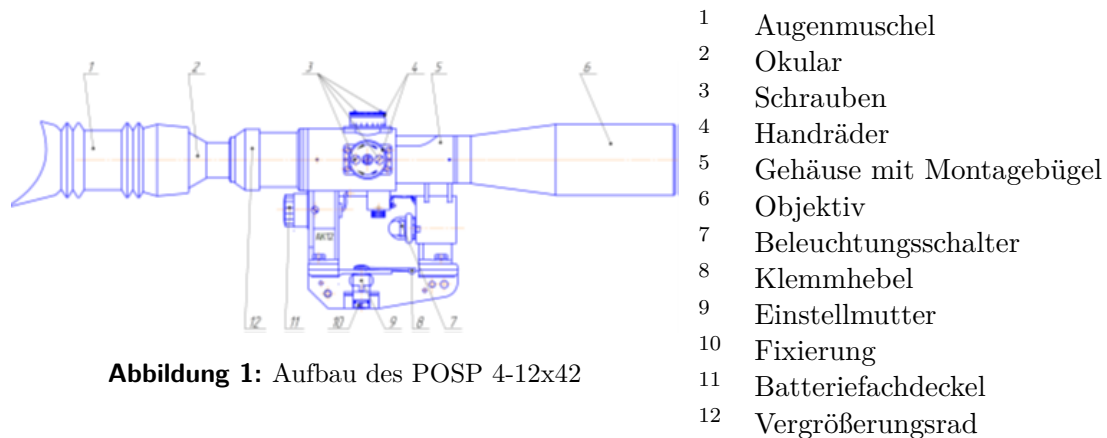

Abbildung 1: Aufbau des POSP 4-12x42
- Schrauben Sie den Deckel des Batteriefachs (11) ab (Abbildung 1).
- Schrauben Sie den Deckel des Batteriefachs (11) fest zu.
Öffnen Sie den Klemmhebel (8) in Richtung des Schaftes und setzen Sie das Visier auf die Führung, bis es an der Seite des Schaftes anstößt. Anschließend den Klemmhebel (8) (Abb. 1) zur Fixierung des Visiers wieder umlegen.
Die Konstruktion des Montagebügels ermöglicht eine Vorauswahl der Spannkraft mit Hilfe der Einstellmutter (9) (Abb. 1). Zu diesem Zweck ist es notwendig, die folgenden Operationen durchzuführen:
- Drücken der Fixiervorrichtung (10) (Abb. 1) bis zum Lösen der Einstellmutter (9) (Abb. 1);
- Einstellmutter (9) (Abb. 1) drehen, um die erforderliche Spannkraft zu erreichen
- Stellschraube (10) (Abb. 1) in die Ausgangsposition zurückdrehen.
- Ausrichtung des Absehen mit Hilfe der Handräder (4) durchführen (Abb. 1);
- Schrauben (3) (Abb. 1) an den Muttern der Türme (4) (Abb. 1) lösen;
- Schrauben (3) (Abb. 1) anziehen;
Auf der rechten Seite des Gehäuses befindet sich ein Drehrad (4) (Abb. 1) mit der Skala der Seitenkorrektur auf dem zylindrischen Teil. Auf der Handradmutter sind die Richtungen der Verschiebung der Ziellinie relativ zur Nullstellung des Visiers bei der Einführung der Seitenkorrektur angegeben (bei der Nullstellung des Visiers werden die Skalen der Handräder auf Null gestellt). Die Verschiebung des Handrades um einen Klick entspricht der Verschiebung der Ziellinie um einen Zentimeter bei einer Entfernung von 100 m und 0,1 m bei einer Entfernung von 1000 m. Die Halterung im Einstellurm ermöglicht die Einstellung von Zwischenwerten (zwischen einzelnen Punkten) mit Korrekturen von einer Winkelminute (1').
Mit Hilfe des Vergrößerungsänderungsringes (12) (Abb. 1) können Sie die sichtbare Vergrößerung im Verhältnis 4x bis 12x verändern.
Das Visier bietet die Möglichkeit des gezielten Schießens bei ungenügender Ausleuchtung des Absehens. Die Beleuchtung des Absehens kann mit dem Beleuchtungsschalter (7) eingeschaltet werden (Abb. 1).